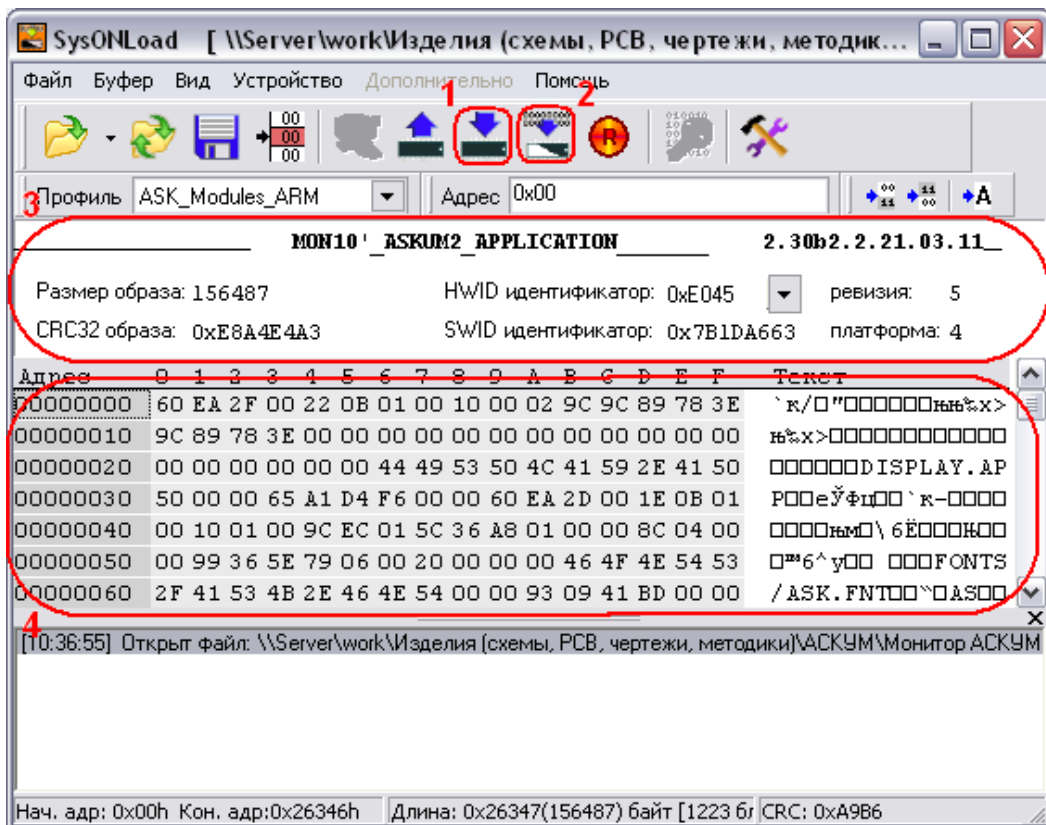

Рисунок 8: Стирание и запись ПО блока
11. После выбора микропрограммы, подключения преобразователя USB-RS485 к блоку и включения питания блока необходимо нажать кнопку “стереть” (рисунок 8 - выделенная область 2). При правильном подключении блока и выборе адреса в нижней области окна программы (область сообщений) высветится сообщение об успешном стирании старого ПО из блока.
12. После удачного стирания старого ПО необходимо нажать кнопку “запись прошивки” (рисунок 8 - выделенная область 1). Появится окно прогресс бара и после успешного обновления в нижней области окна программы появится сообщение об успешном обновлении программы блока.